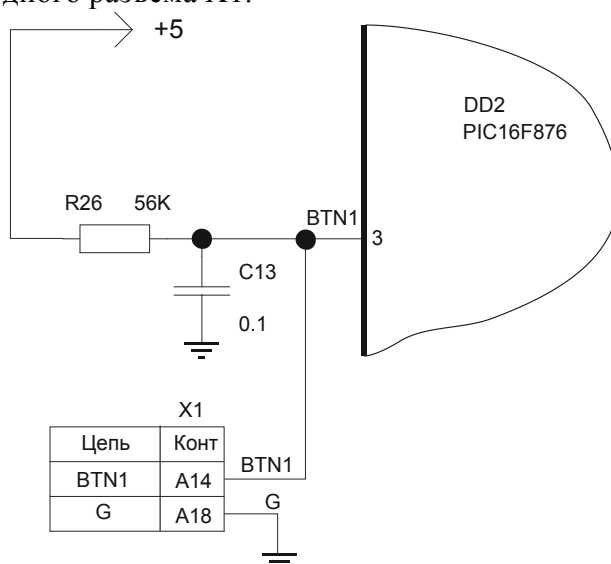

Рисунок 30. Кнопка вызова
На корпусе БДК-Л установлена кнопка вызова. Определение состояние кнопки нажата/не нажата, выполняется микропроцессором DD2 через вход BTN1 (3). Резистор R26 обеспечивает подачу +5 вольт в моменты времени когда кнопка не нажата (см. рисунок 30). При нажатии на кнопку вызова вход BTN1 закорачивается на землю – на входе микросхемы DD2 напряжение 0 вольт. Конденсатор C13 обеспечивает защиту от высокочастотных наводок на проводе подсоединения к кнопке и частично выполняет защиту от дребезга при замыкании/размыкании кнопки. Кнопка подсоединяется через выводы A14 и A18 входного разъема X1.